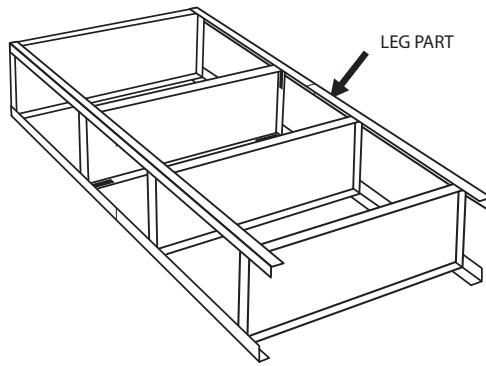

Figure 7.
7. Keep the unit still in a horizontal position on the floor and add the other two leg parts. Ensure that the holes in the legs align correctly. See figure 7.
7. Montera de återstående två hyllbenen medan enheten ligger ned och kontrollera att du använder rätt hål på benen. Se bild 7.